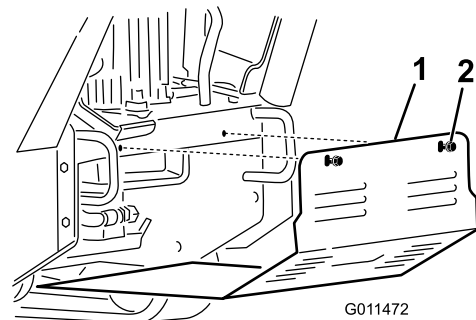

Bild 26
2. Lösen Sie nacheinander die 2 Schrauben, mit denen das untere Schutzblech befestigt ist, bis Sie es abnehmen können (Bild 26).
2. Schieben Sie das untere Schutzblech so in die Maschine, dass es auf allen vier Laschen sitzt (Bild 26).